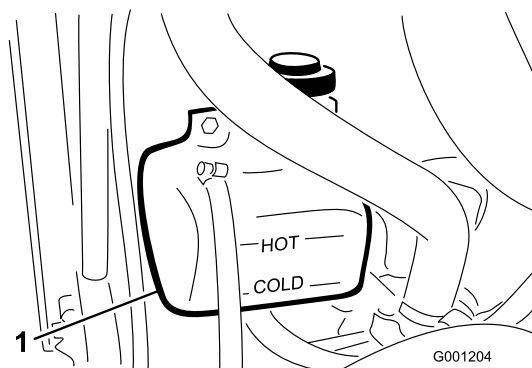

Bild 70
1. Prüfen Sie den Kühlmittelstand im Ausdehnungsgefäß (Bild 70).